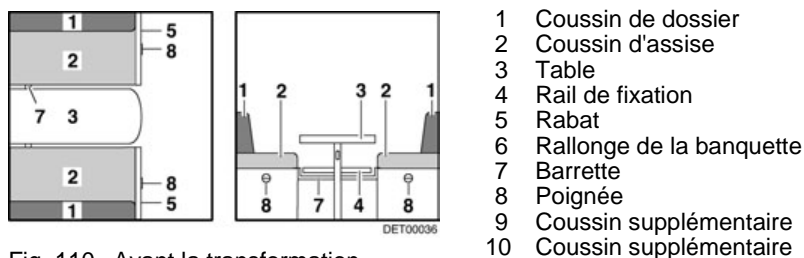

Fig. 110 Avant la transformation
- Agrandir la table (Fig. 110,3) et la transformer en sommier de lit (voir paragraphe 7.7).
- Insérer la barrette (Fig. 110,7) ou tirer vers l'intérieur. La barrette est positionnée correctement si elle maintient le plateau de table environ 15 - 20 cm derrière le pied de table.
- Tirer sur la poignée (Fig. 110,8) et ouvrir le portillon (Fig. 110,5).